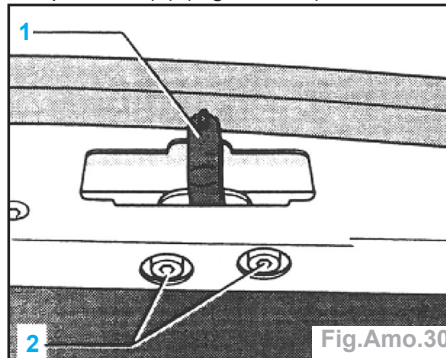

Fig.Amo.30
- Desserrer quelque peu les vis de fixation (2) de manière à désolidariser la gâche supérieure (1) (Fig.Amo.30).